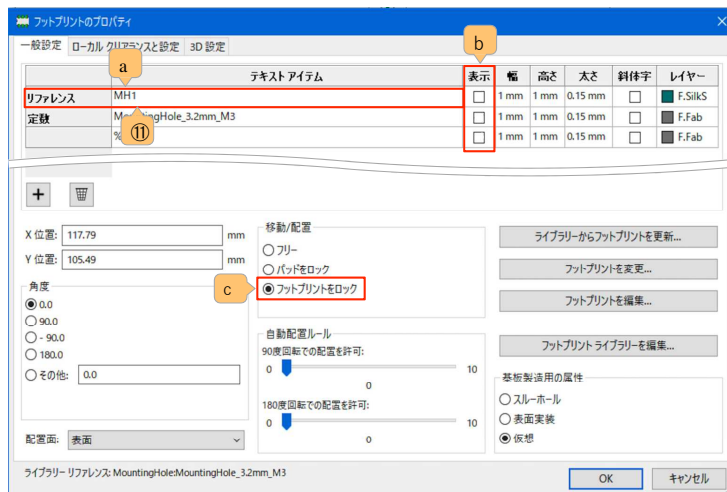

図9-11
⑧ フットプリントのプロパティ・ダイアログが開きます。 図9-11